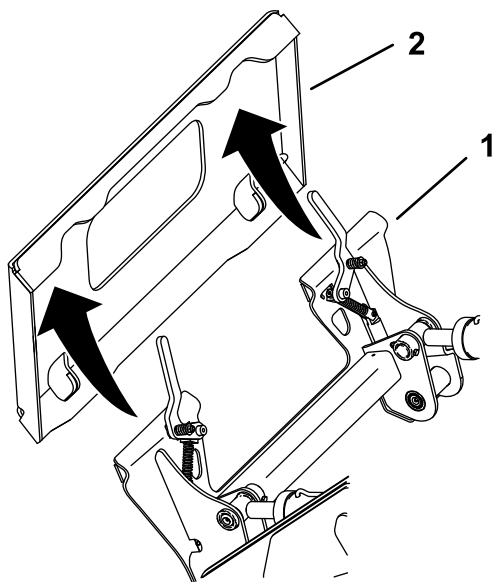

Figura 55
5. Posizionate la piastra di appoggio sul bordo superiore della piastra ricevente dell'accessorio (Figura 55).